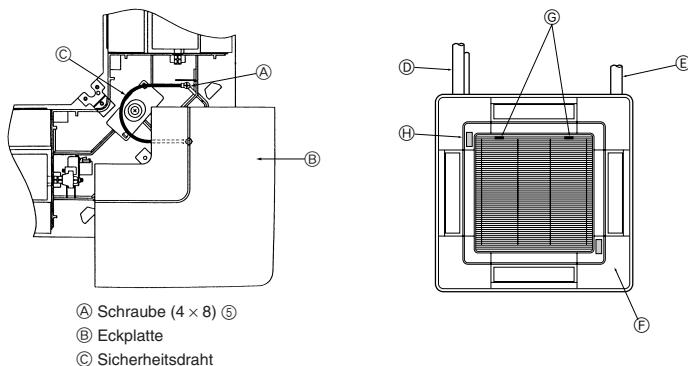

Fig. 5-10
5.7. Anbringung des Ansauggitters (Fig. 5-10)